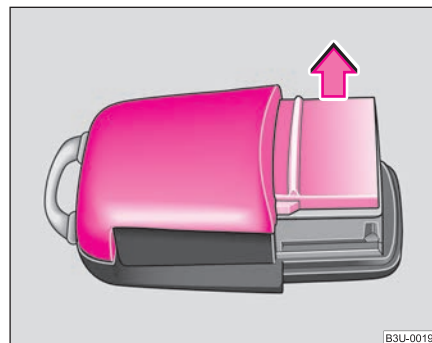

Fig. 21 Capacul carcasei emițătorului
- Scoateți capacul carcasei emițătorului ⇒ fig. 21 în sensul săgeții.